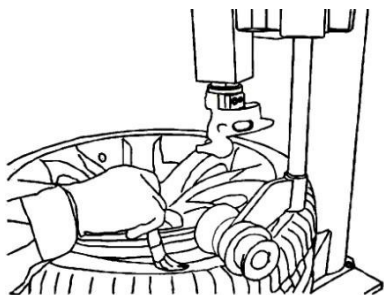

Fig. 6
- Kläm fast fälgen med pedalen (H) och se till att hjulet är i mitten av vridbordets.
- Tryck ner däckets med assistentarmen (P) för att underlätta smörjningen (fig. 6).